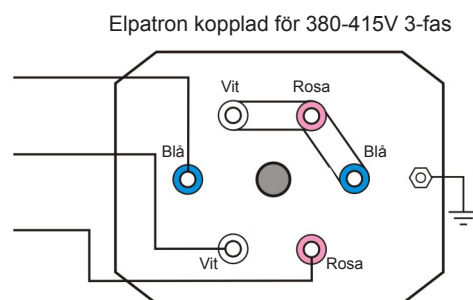
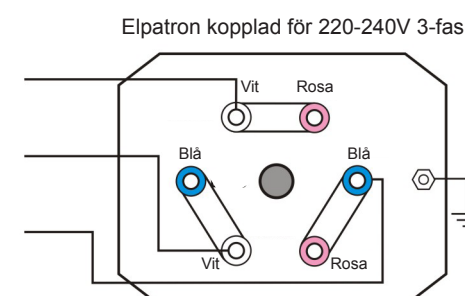

Bild 4
Bild 5
- Elvärmaren är vid leverans kopplad för 400V 3-fas, se bild 4 + elschema sid 7, men kan kopplas om till 230V 3-fas, se bild 5 + elschema sid 8 (gäller alla varianter utom 72kW).
- Inkommande kablage till kontaktorer skall säkras av enligt tabell för aktuell driftspänning, se bild 4 eller 5.
Elevärmaren är vid leverans märkt med typskylt och kopplad för 400V 3-fas (se bild 4) men kan kopplas om till 230V 3-fas. Inkommande kablage till kontaktorer skall då säkras av enligt tabell ovan, se bild 5 + elschema.